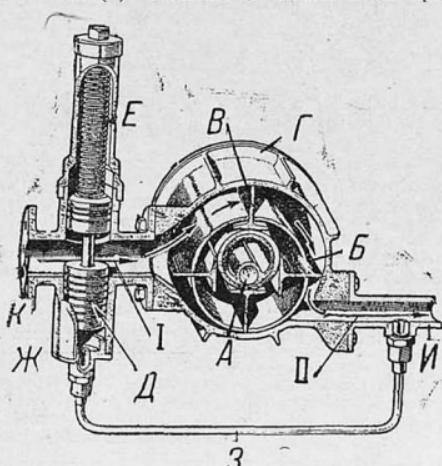

Рис. 5. Схема устройства компрессора Цоллер.
Компрессор Цоллер имеет вращающийся от эксцентрикового вала А (рис. 5) барабан Б с лопастями В. Эксцентризитет между лопастным барабаном и валом подобран таким образом, что об'ем пространства между лопастным барабаном и корпусом компрессора Г непрерывно уменьшается от момента поступления смеси (I) до момента ее ухода в цилиндры двигателя (II). Уменьшение об'ема смеси при